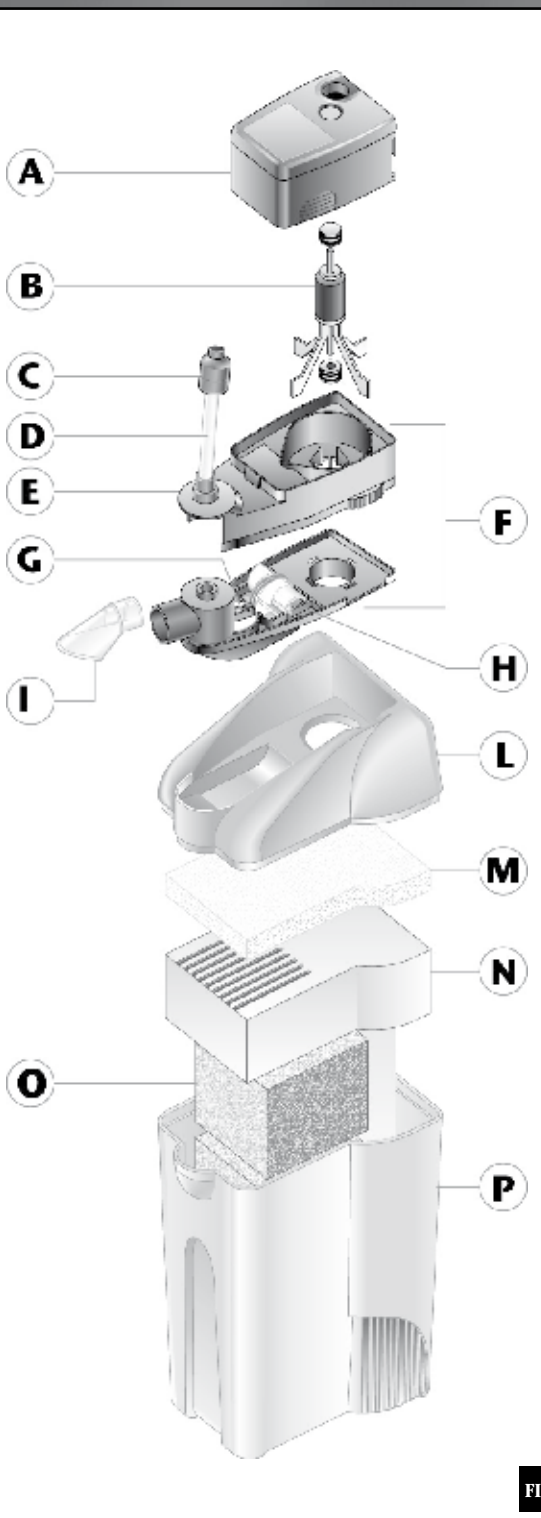

FIG. 1
Togliere la pompa dal filtro; separare il corpo motore (A) dal gruppo rotante (F) e togliere il rotore (B) dalla sua sede (fig. 1). Aprire il gruppo rotante (fig. 1) e smontarne i componenti; lavare il tutto con acqua tiepida usando uno spazzolino non metallico. Non usare detersivi. Gli eventuali depositi calcarei possono essere rimossi immergendo l'apparecchio in aceto o succo di limone per alcune ore. Riasssemblare accuratamente i componenti e riposizionare la pompa sul filtro.
Antes de cualquier operación, desenchufar todos los aparatos eléctricos sumergidos. Desmontar la bomba del filtro; separar el grupo motor (A) del cuerpo giratorio (F) y sacar el rotor (B) de su sitio (fig. 1). Abrir el grupo giratorio (fig. 1) y desmontar los componentes; lavar todo con agua tibia con un cepillo no metálico. No usar detergentes. Los posibles depósitos calcáreos se pueden eliminar sumergiendo el aparato en vinagre o zumo de limón durante algunas horas. Volver a montar con cuidado todos los componentes y colocar la bomba en el filtro.
Prior to any work, disconnect all immersed electrical equipment from the mains. Take off the pump from the filter. Separate the motor (A) from the rotating system (F) and remove the rotor (fig. 1), open the rotating system (fig. 1) and disassemble its components. Carefully wash all parts under luke-warm water with a non-metallic brush. Do not use cleansing detergents. If necessary remove lime-
Avant de mettre vos mains dans l'eau, débranchez tous les appareils électriques immergés. Démontez la pompe du filtre; détachez le groupe de rotation (F) du moteur (A) et enlever la turbine (fig. 1) de son emplacement. Ouvrir le groupe de rotation (fig. 1) et enlever les composants. Rincer-le tout sous l'eau claire à l'aide d'une brosse non métallique. Les dépôts calcaires qui résistent peuvent être enlevés en laissant l'unité immergée dans du vinaigre ou du jus de citron pendant quelques heures. Ne pas utiliser de détergent. Remonter les parties et repositionner la pompe sur le filtre.